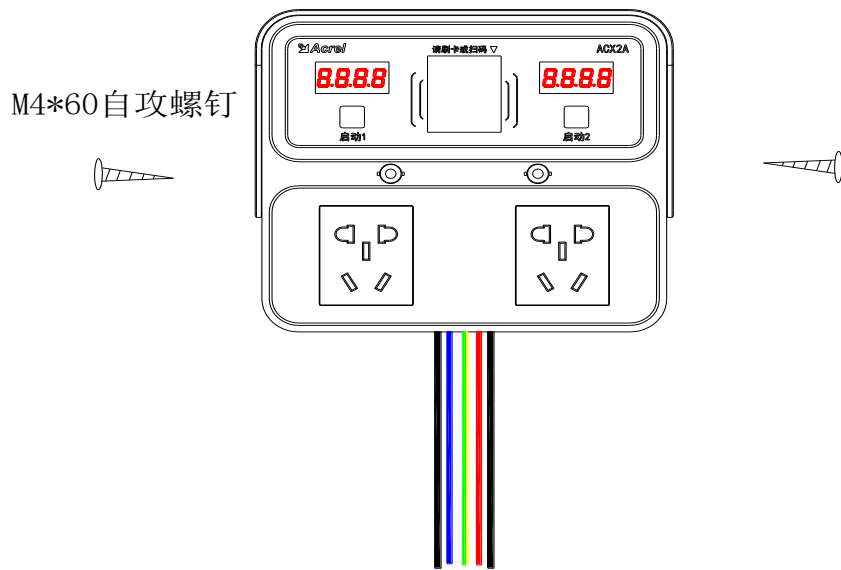

图 19
(3) 用 6 厘的钻头把 2 个孔打好钉入 2 个膨胀管，在将设备用 2 个 M4*60 的自攻螺丝钉打紧。如图 19 所示。